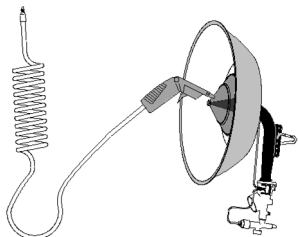
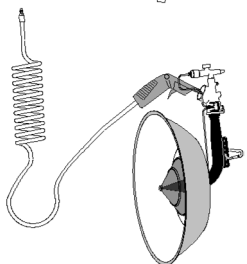

Fig. 14
Fig. 15
**a) Limpieza con aire (Fig. 14 y Fig. 15)**
- Colocar el radiador de forma vertical con la conexión de gas hacia abajo, y proyecte el aire comprimido por toda la superficie del cono exterior dirigiendo el chorro de aire hacia el cono interno (Fig.14).
Déle la vuelta al equipo y sople el aire comprimido a través de la abertura de entrada de aire. (Fig. 15).
**a) Cleaning with air (Fig. 14 and Fig. 15)**
- Place the radiator vertically with the gas connection facing downward and blast the compressed air over the entire surface of the outer cone: aiming the air jet towards the inner cone (Fig 14).
Turn the system over and blast the compressed air through the air inlet opening (Fig. 15).
**a) Nettoyage à l'air (Fig. 14 et Fig. 15)**
- Disposer le radiateur verticalement, le raccordement au gaz vers le bas, et projeter de l'air comprimé sur toute la surface du cône extérieur en orientant le jet d'air vers le cône interne (Fig. 14).
Retourner l'équipement et soufflez de l'air comprimé à travers l'ouverture d'entrée d'air (Fig. 15).